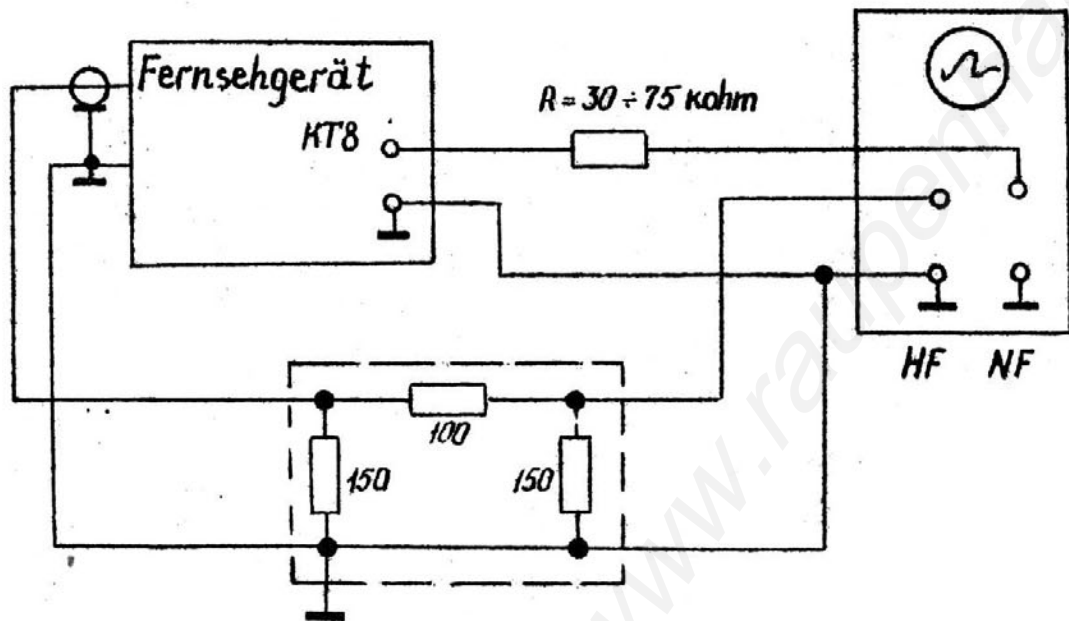

Abb. 15. Meßschaltung zur Überprüfung von Gesamtdurchlaßkurven
- a) Meßschaltung nach Abb. 15 aufbauen.